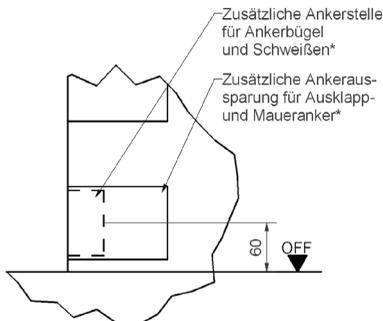

Abb. 92: Position der zusätzlichen Anker-aussparungen/Ankerstellen
1. Ggf. zusätzliche Anker-aussparung entsprechend der Einbauart (mit Ausklappanker bzw. Maueranker oder Ankerbügel) gemäß Abb. 92 erstellen.